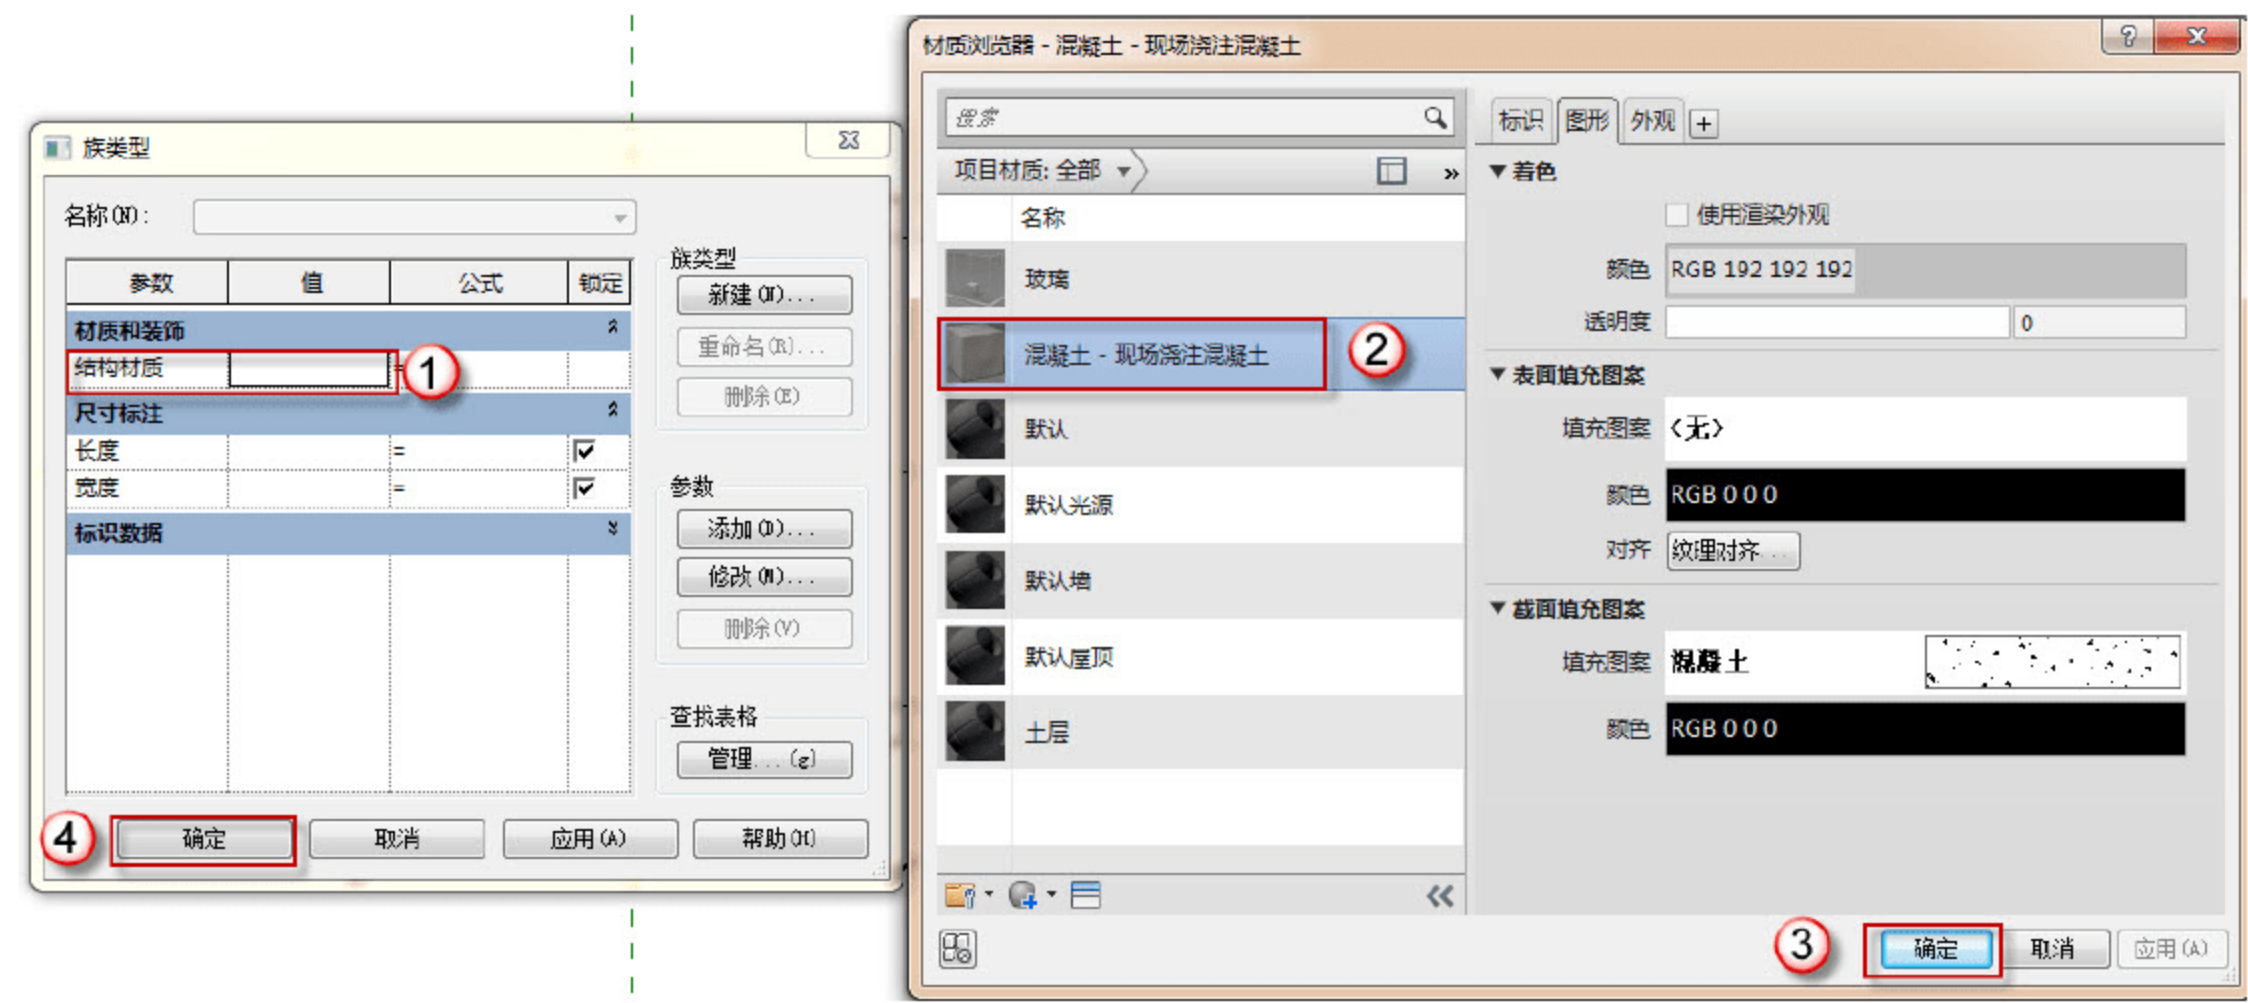

图 2.1.9 添加结构材质
(9) 添加结构材质，单击“族类型”按钮，在弹出的“族类型”对话框中，单击“结构材质”按钮，在弹出“材质浏览器”对话框中，依次单击“混凝土-现场浇注混凝土”→“确定”按钮，如图 2.1.9 所示。